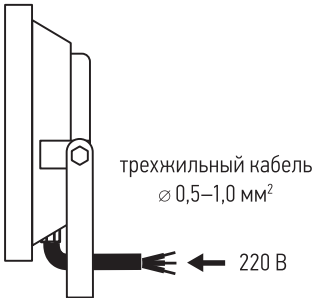

Рис. 2
- Подключите сетевую кабель (в комплект не входит) к кабелю светильника (рис.2)